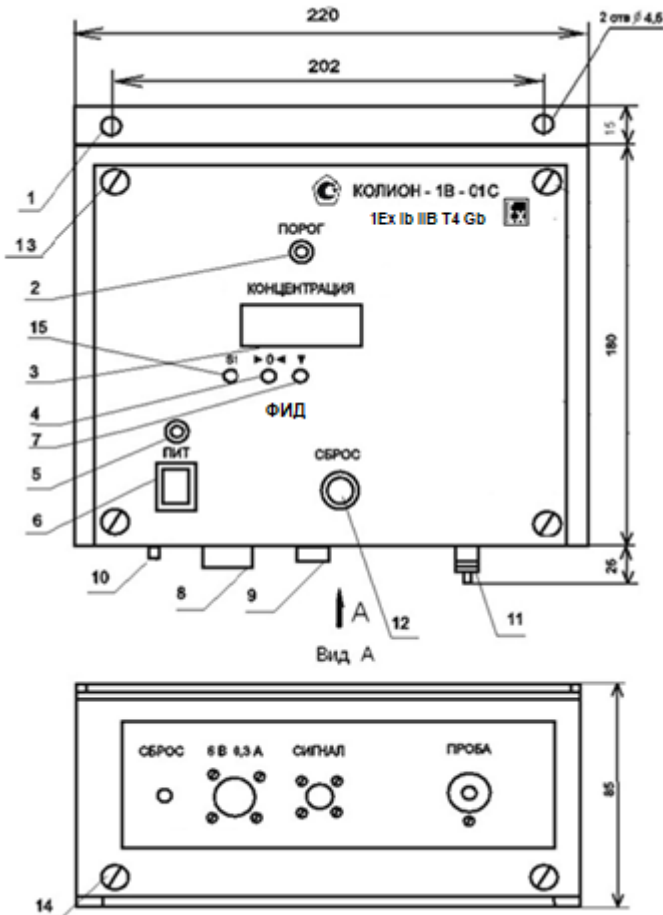

Рис. 1
- поверните фильтр (7) против часовой стрелки и извлеките фильтр из держателя;
3.5.1. Если после отсоединения фильтра противопылевого (7) надпись не исчезнет, проверьте питание микронасоса. Для доступа к микронасосу выключите тумблер ПИТ (6) БИ (см. рис. 1), выключите БПВС, отсоединив его от сети, отверните два верхних винта (13) на передней панели и два винта (14) на нижней панели БИ (см. рис. 1), снимите сборку передней и нижней панелей. Если